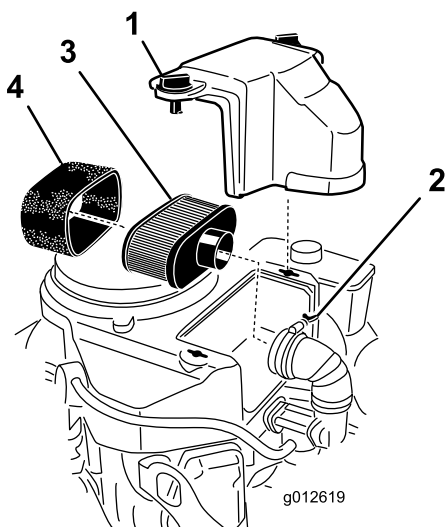

Figura 42
3. Para evitar qualquer dano, limpe à volta do filtro de ar para impedir a entrada de impurezas para o interior do motor (Figura 42).
4. Desaperte os manípulos da tampa e retire a cobertura do filtro de ar (Figura 42).
5. Desaperte a braçadeira de tubo e retire a estrutura do filtro do ar (Figura 42).
6. Retire cuidadosamente o filtro de esponja, passando pelo filtro de papel (Figura 42).
1. Limpe o elemento de papel batendo suavemente para remover a sujeira. Se estiver muito sujo, substitua o elemento de papel por um novo (Figura 42).
1. Coloque cuidadosamente o filtro de esponja, passando pelo filtro de papel (Figura 42).
2. Coloque a estrutura do filtro do ar na base do filtro do ar ou tubo e prenda-a (Figura 42).
3. Coloque a cobertura do filtro de ar na respectiva posição e aperte o manípulo da tampa (Figura 42).